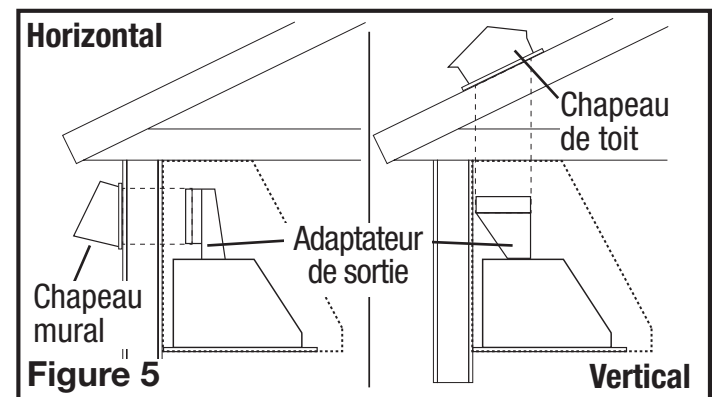

Figure 5
- Déterminer le type de conduits dont vous aurez besoin (Figure 5).
**REMARQUE** : Lorsque la terminaison du conduit est similaire à celle illustrée à la figure 5 (passant au travers du mur sur lequel la hotte est installée) l'installation requiert une